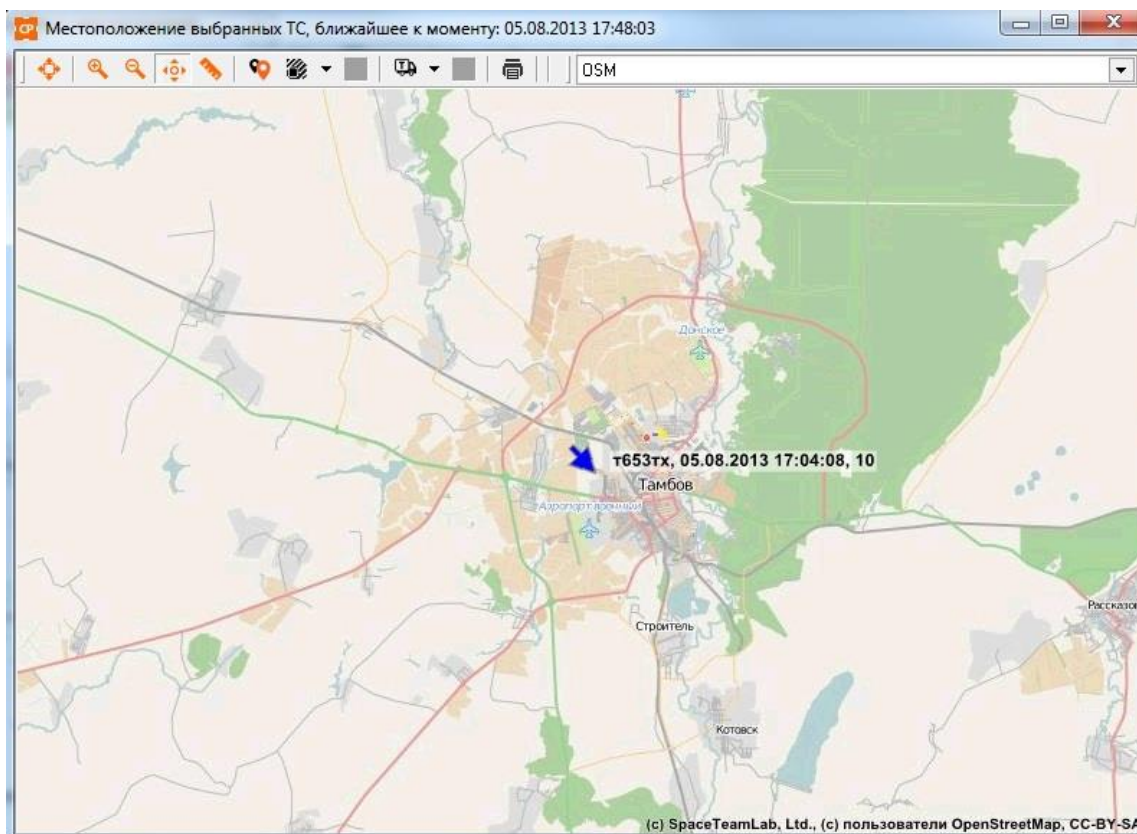

Рисунок 97 – Пример оценки местоположения ТС на заданный момент времени (карта: дополнительная)
- 4 Нажать кнопку [ОК]. Программа выполнит оценку местоположения ТС на заданные значения даты и времени в элементе «Гаражный номер:» (см. Рисунок 97).